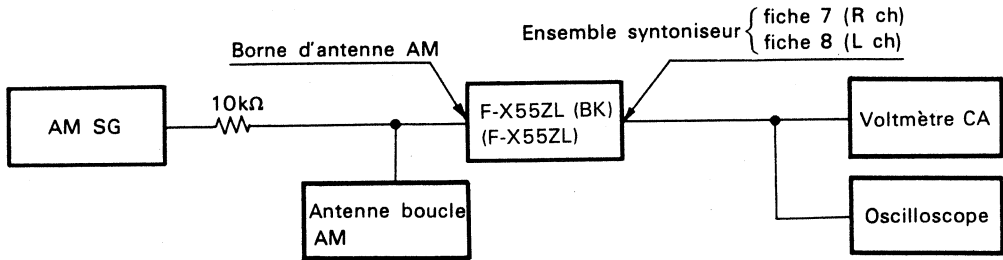

Fig. 12-2 Diagramme de raccordement de réglage MA
- Faire les raccordements comme indiqué en Fig. 12-2.
- Enfoncer la touche MA (LW) pour régler en mode MA (LW).